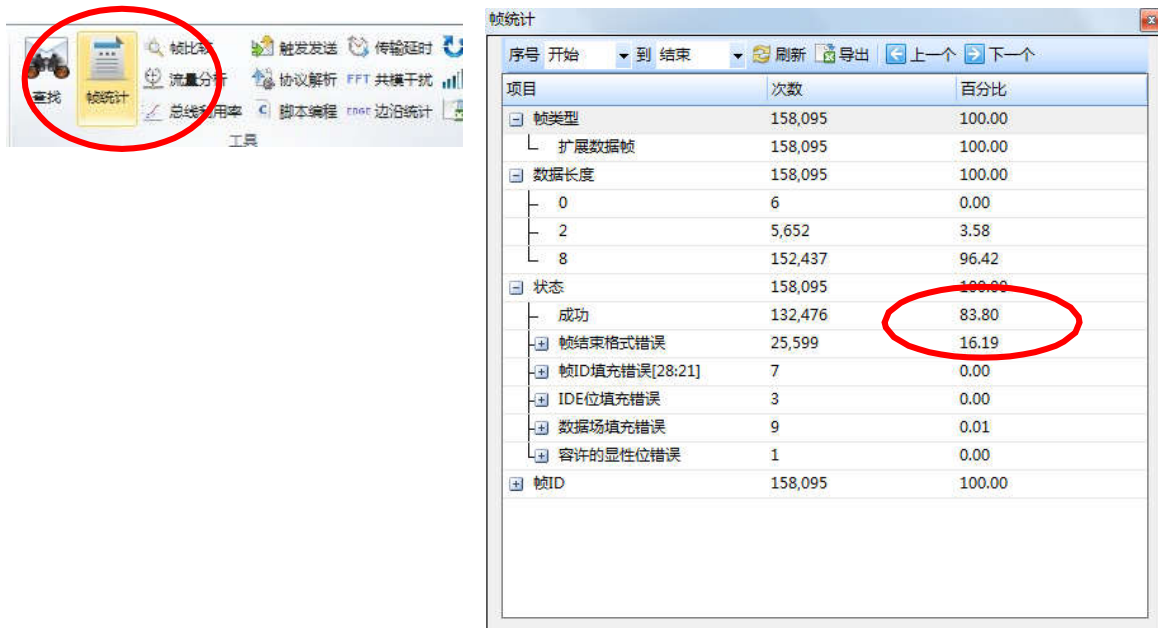

图 5.2 帧统计功能
2. 点击报文界面右上角的工具中的**帧统计**功能，就有一个框对所有收到的报文进行分类。如图 5.2 所示。